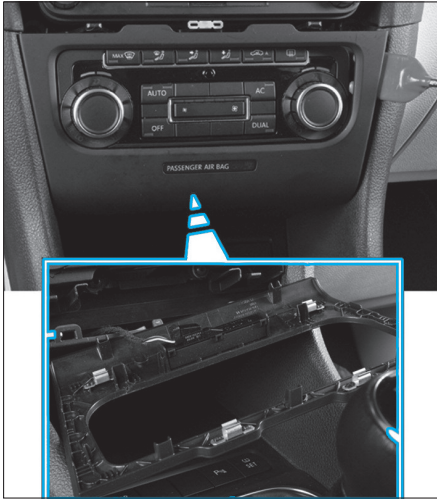

Fig. 19
- Débrancher le connecteur du voyant d'inhibition de l'airbag frontal passager avant sa dépose (Fig.19).